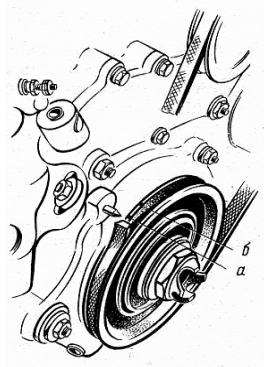

Рис.1. Установочные метки на шкиве коленчатого вала
1	Какими позициями на рис.1. обозначены: 1. Деталь, участвующая в двух движениях вращательном и возвратно-поступательном относительно цилиндра? 2. Детали, совершающие при работе двигателя возвратно-поступательные движения относительно цилиндра и головки? 3. Детали, совершающие вращательное движение. 4. В каком положении будет находиться ось «А» в момент прихода поршня в нижнюю мертвую точку? 1) а; 2) б; 3) в; 4) г. 5. На какой угол поворачивается коленчатый вал на рис.1. за один такт? 1) На 90°; 2) На 180°; 3) На 360°.  Рис.1. Схема четырёхтактного двигателя
2	Какой позицией на рис.1. обозначены: 1. Верхняя и нижняя мертвые точки? 2. Ход поршня.
3. Рабочий объем цилиндра? 4. Объем камеры сгорания? 5. Полный объем цилиндра?  Рис.1. Параметры цилиндра
1	Какими позициями на рис.1. обозначены детали, которые: 1. Совершают возвратно-поступательное движение относительно блока цилиндров? 2. Совершают вращательное или возвратно - вращательное движение? 3. Неподвижно закреплены на головке блока цилиндров? 4. Двигаются вверх при открытии клапана? 5. Двигаются вниз при открытии клапана?  Рис.1. Газораспределительный механизм
2	1. С какого номера цилиндра рекомендуется начинать проверку наличия тепловых зазоров в приводе клапанов изучаемых двигателей? 1) С первого; 2) Со второго; 3) С третьего; 4) С любого. 2. Если при повороте шкива коленчатого вала (рис.1.), для проверки теплового зазора, метку а совместить с установочным штифтом, то коленчатый вал займет положение, при котором поршень 1-го цилиндра будет находиться... 1) в НМТ (в конце такта впуска); 2) в ВМТ (в конце такта сжатия); 3) в ВМТ (в конце такта сжатия или выпуска); 4) вблизи ВМТ такта сжатия или выпуска. 3. Если метку б (см. рис.1.) совместить со штифтом, то коленчатый вал займет положение, при котором поршень 1-го цилиндра будет находиться вблизи... 1) НМТ такта впуска; 2) ВМТ такта сжатия; 3) ВМТ такта выпуска; 4) НМТ такта рабочий ход. 4. При совмещении метки а на шкиве (см. рис.1.) с установочным штифтом впускной и выпускной клапаны 1-го цилиндра могут находиться... положении. 1) только в закрытом; 2) только в открытом; 3) как в закрытом, так и в открытом.